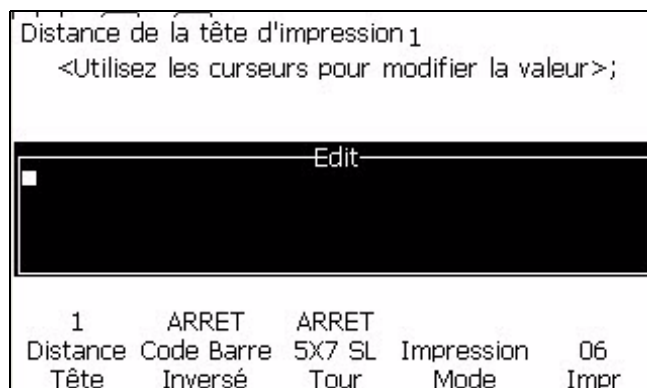

Figure 4-10: Distance de jet_06 Imprimer
- 2 Appuyez sur la touche F1. Le message indiqué dans Figure 4-10 s'affiche.